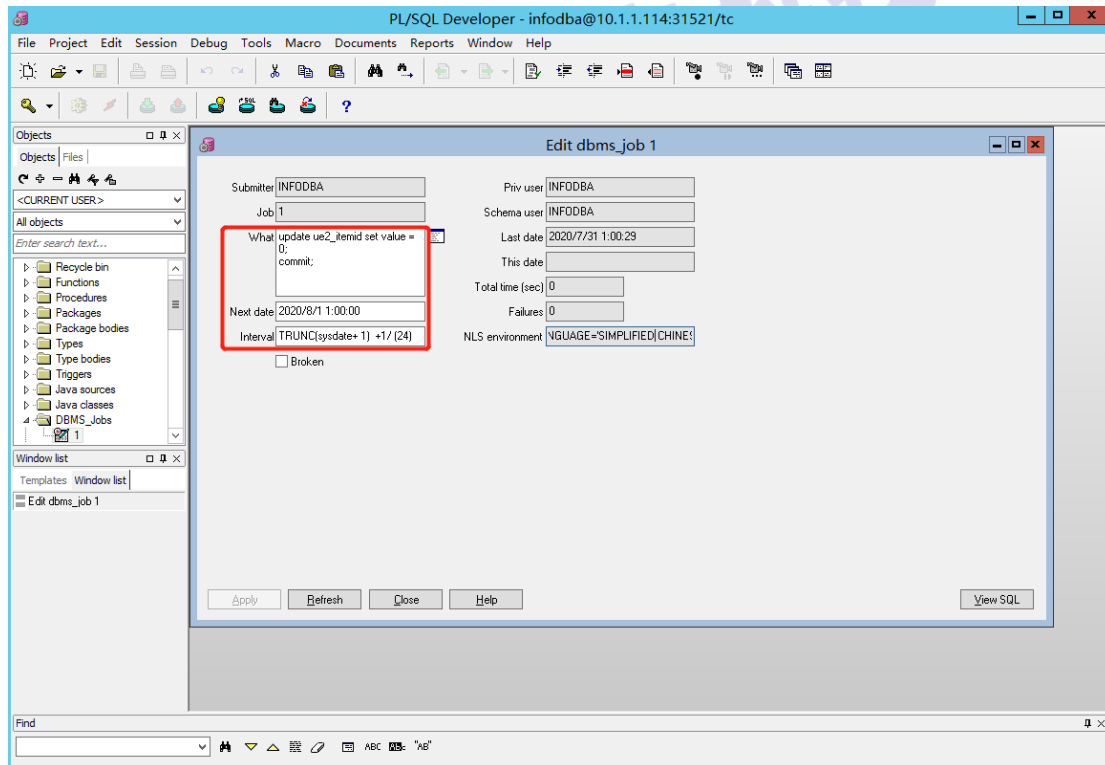

图 4
4.在 what 中输入语句 update ue2_itemid set value = 0; 若为表中具体的某个 type, 则输入 update ue2_itemid set value = 0 where type = “具体的 type”; 在 next data 中输入下次实行的时间; 在 interval 中输入 TRUNC(sysdate+ 1) +1/ (24)。点击 apply 即可生效 (如图 4)。